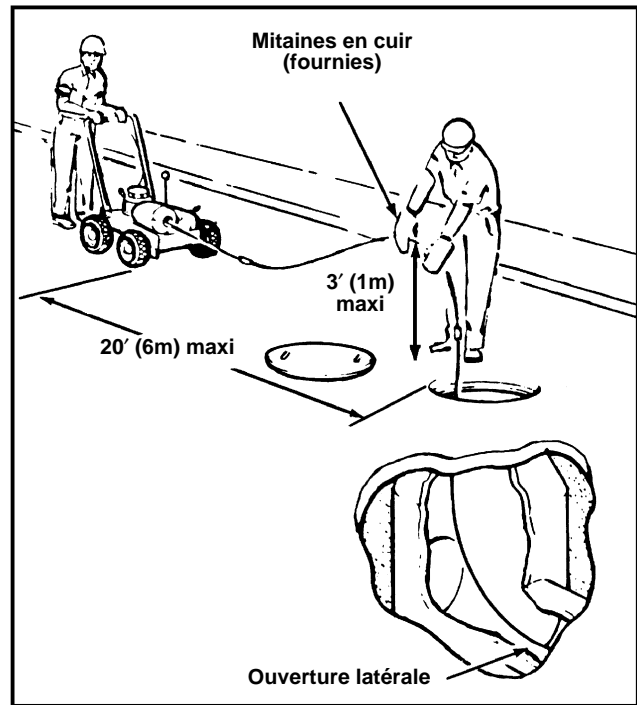

Figure 3 – Utilisation du dégorgeoir à tringles
▲ MISE EN GARDE Respectez le mode d'emploi à la lettre afin de maintenir le contrôle de la machine et de ses tringles, et éviter ainsi de graves blessures (*Figure 3*).
11. Lorsque la machine avance, le manipulateur de tringle doit appuyer sur la tringle en la guidant entre son pouce et sa paume, les doigts étendus. (Figure 3).